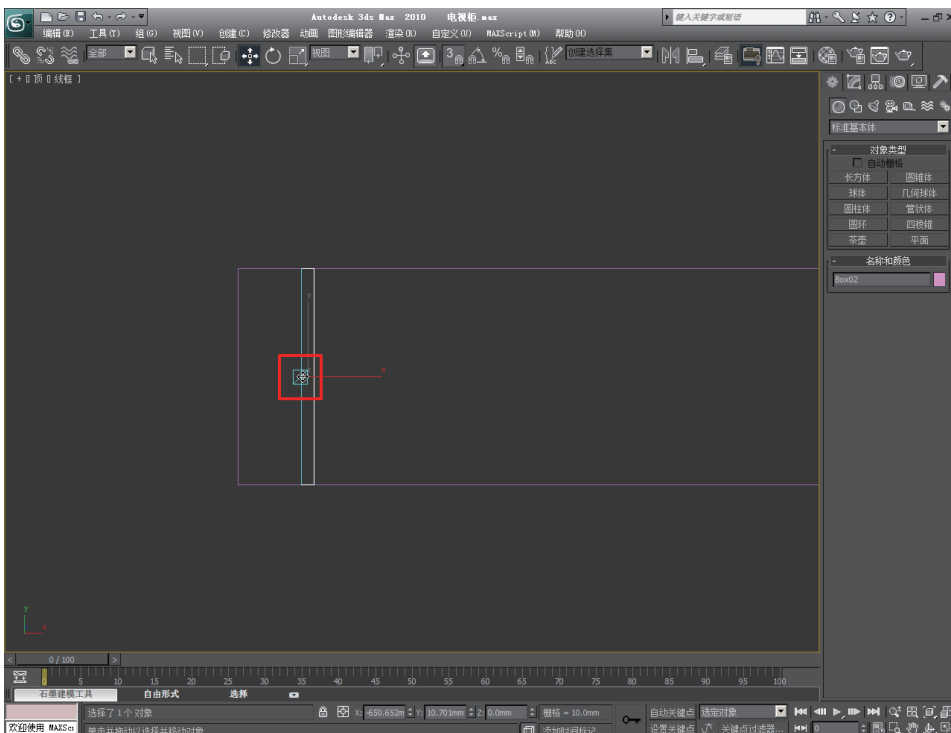
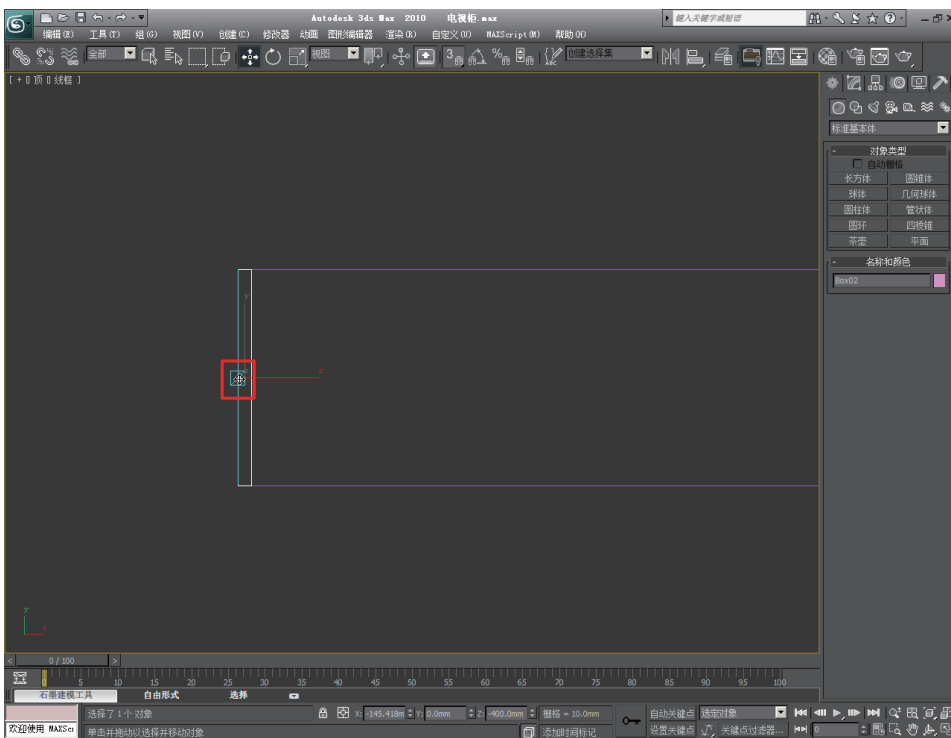

图2-8 沿X轴用鼠标拖动的起点
图2-9 沿X轴用鼠标拖动的终点
④ 按F5键控制X轴，将鼠标放在桌腿左边缘的中心点位置，单击并向左拖动鼠标到桌面的左边缘。当目标物体的边缘线上出现了捕捉框时，就可以释放鼠标，而两条边缘线会自动对齐到一起，如图2-8和图2-9所示。